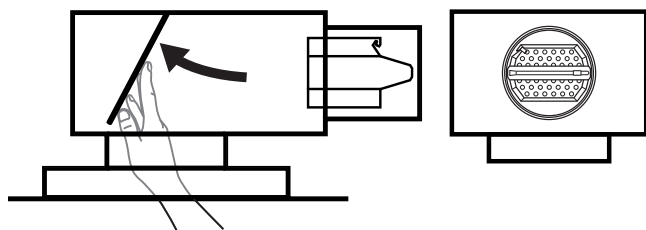

Bild 4. Fördelningsplåten fälls åt sidan vid rengöring.
- 6) Lossa trycklådans fördelningsplåt genom att vrida låsmekanismen på varje sida av plåten och därefter fälla den åt sidan, bort från spjällinsatsen, se bild 4.